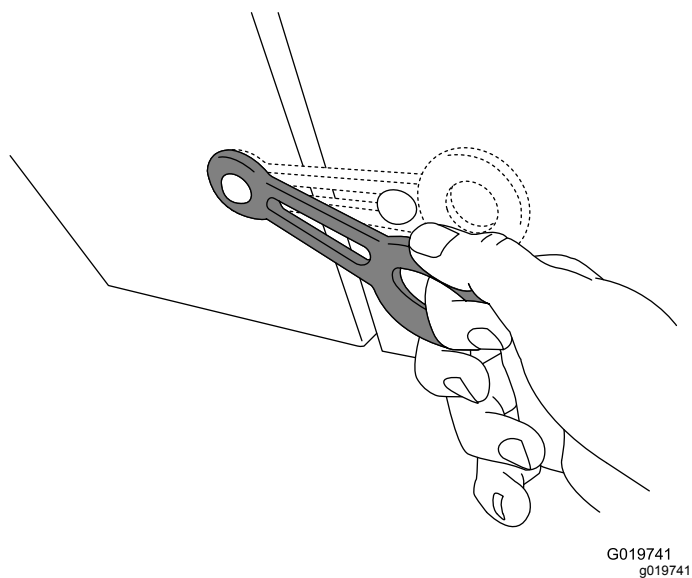

Figure 5
5. Fermez le capot du moteur et verrouillez-le (Figure 5).